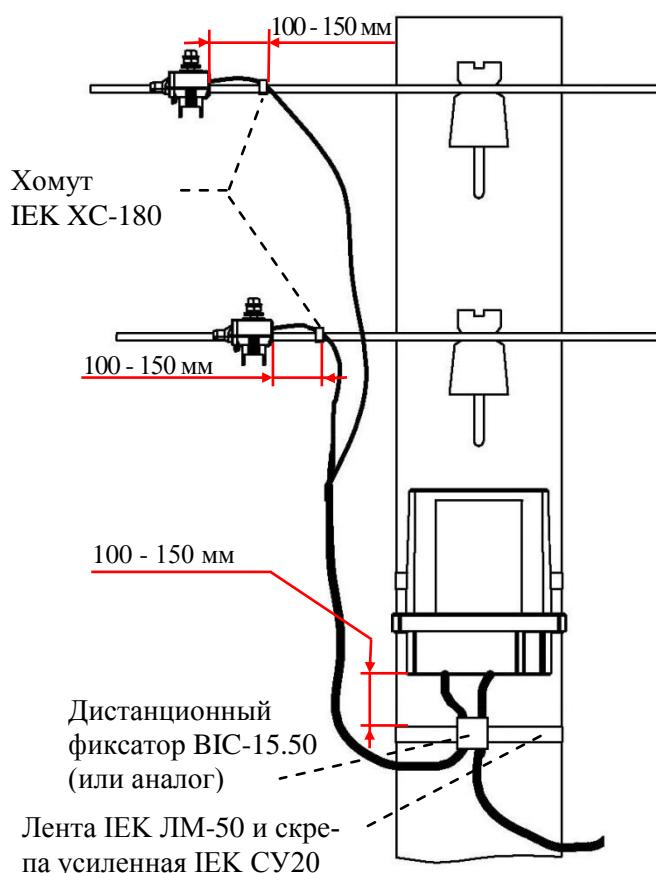

Рисунок 9.3 – Крепление провода при установке счетчика на опору линии электропередачи
9.4.2.10 Провода подключить к линии ВЛ-0,4 кВ с помощью прокалывающих зажимов. Скрутка проводов строго запрещена! Место контакта зачистить от пыли, пленок, окислов и смазать токопроводящей смазкой. Зафиксировать провод атмосферостойким хомутом, например IEK XC-180 (UHH21-D6-180-100), перед зажимом вдоль линии ВЛ-0,4 кВ (рисунок 9.3).